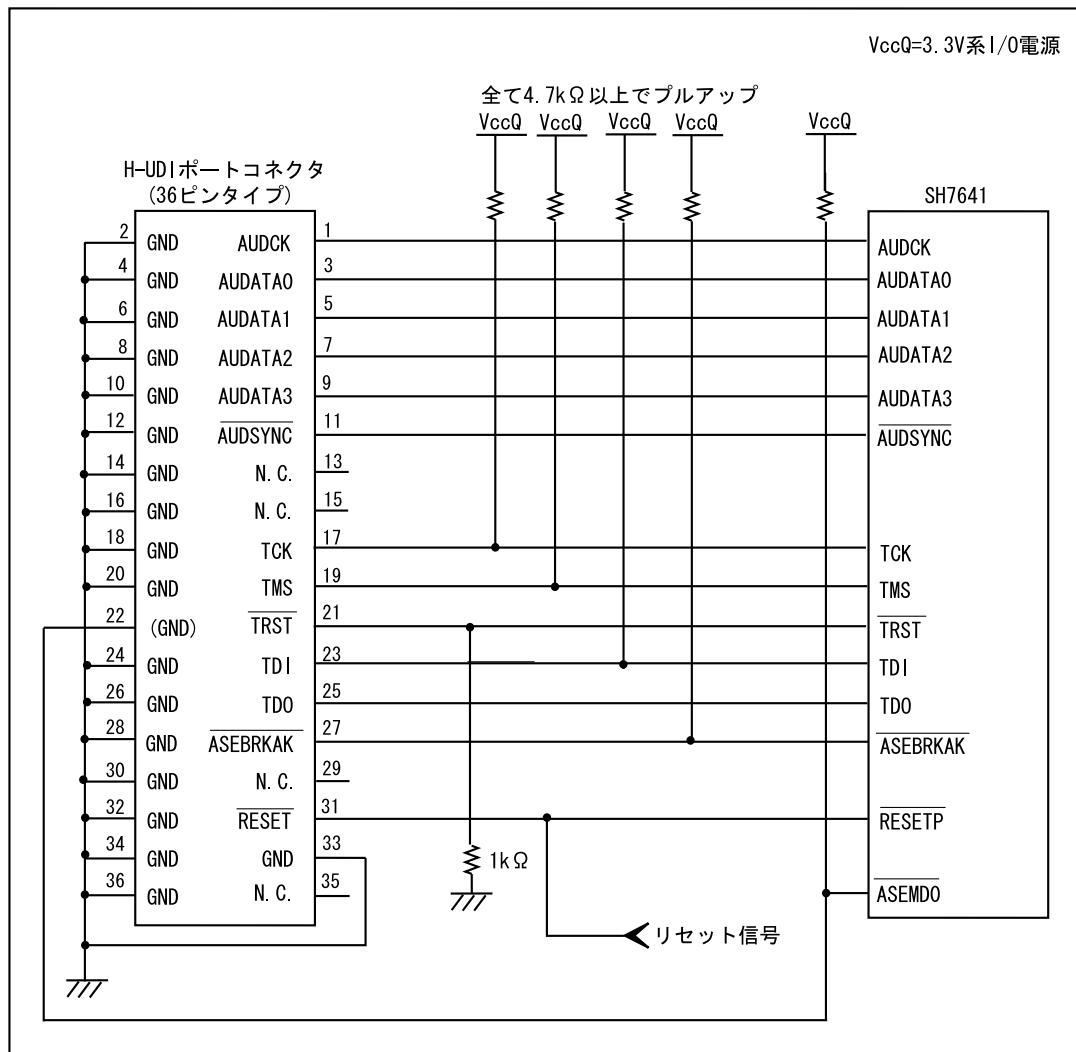

図 1.4 E10A-USB 使用時の H-UDI ポートコネクタ - チップ間の接続例
E10A-USB エミュレータ使用時の H-UDI+AUD ポートコネクタ(36 ピンタイプ)とチップ間の推奨接続例を図 1.3、UVCC 未接続時の接続例を図 1.4 に示します。
- 図 1.4 接続例で回路を組んだ場合の E10A-USB エミュレータのスイッチ設定 : SW2=0, SW3=1